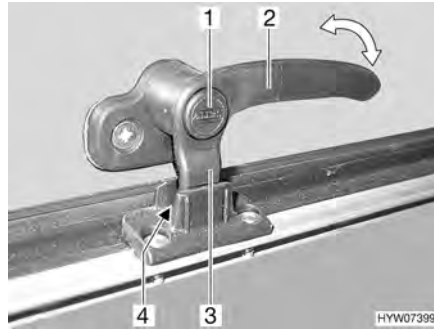

Bild 65 Låsarm i läget "kontinuerlig vädring"
- I läget "kontinuerlig vädring" (Bild 65)
- Tryck på låsknappen (Bild 65,1) och håll den nedtryckt.
- Sväng låsarmen (Bild 65,3) ett kvarts varv mot fönstrets mitt.
- Vrid tillbaka låsarmen. Därvid måste låsarmens låsspak (Bild 65,3) föras in i spåret på fönsterlåsen (Bild 65,4).
- Släpp låsknappen (Bild 65,1).